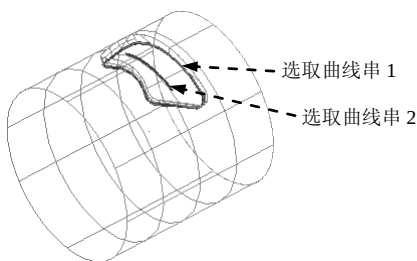

图 7.7.6 定义曲线
(1) 在“多轴刀路 - 两曲线间仿形加工”对话框中单击 **第一条...** 按钮，系统弹出“串连”对话框并提示“添加串连：1”，在图形区中选取图 7.7.6 所示的曲线串 1；单击 ☒ 按钮，系统返回至“多轴刀路 - 两曲线间仿形加工”对话框。
(2) 单击 **第二条...** 按钮，此时系统提示“添加串连：1”，在图形区中选取图 7.7.6 所示的曲线串 2；单击 ☒ 按钮，系统返回至“多轴刀路 - 两曲线间仿形加工”对话框。